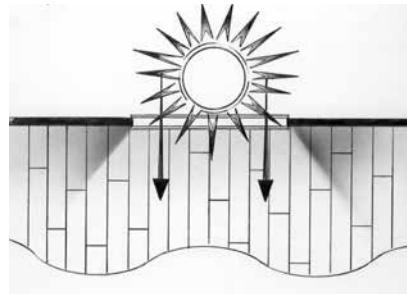

Fig. 2
1. Installez le revêtement de façon à ce qu'il soit parallèle à la lumière provenant de toute fenêtre ou, si la lumière ne représente pas un souci, installez-le parallèlement au mur le plus long de la pièce (Fig.2).